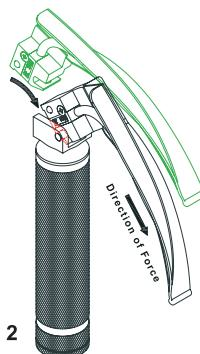

Fig 2
1. Introduceți lama, aliniind canelura lamei pe tija cârligului mânerului și exercitați o forță suficientă, de 10N-45N pentru a o cupla, așa cum observați în Fig. 2.
Întotdeauna trebuie să testați lamele laringoscopului și mânerul, după operațiunile de curățare/dezinfecțare/sterilizare și înainte de utilizare. Pentru a le testa, conectați lama laringoscopului la mâner și trageți-o până când ajunge pe poziția ON, ca în Fig. 2. Dacă unitatea nu pornește sau dacă pâlpâie, controlați becul/bateriile și contactele electrice. Asigurați-vă că aveți întotdeauna la dispoziție o rezervă suficientă de becuri, baterii de schimb și piese de schimb. Dacă problema persistă, vă rugăm să vă adresați furnizorului.